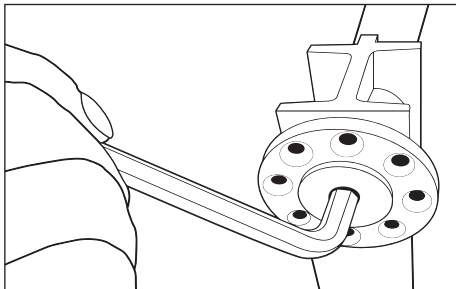

FIGURE 7
2. Ressermer les deux plaques d'ajustement d'un ou deux trous (Fig. 7). **NOTA:** Le pas de chaque vis est de .125 mm. L'ajustement des deux plaques doit être le même.